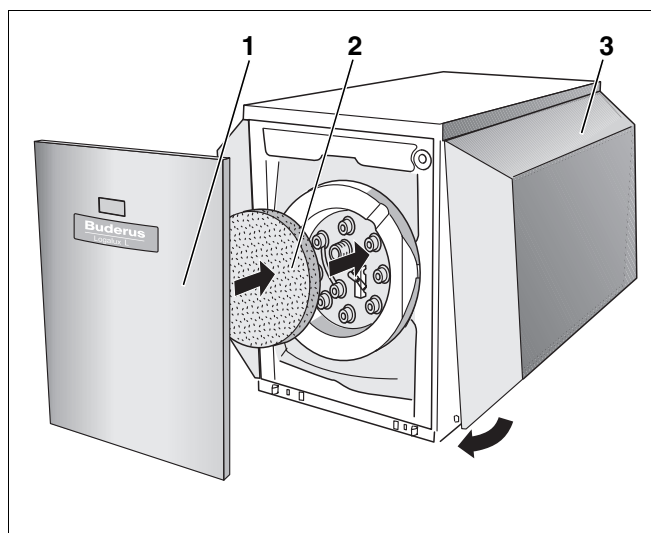

Fig. 14 Monter l'isolation thermique et la paroi avant
- Insérer l'isolation thermique (fig. 14, **pos. 2**) devant le couvercle de la trappe de visite.
- Accrocher le panneau avant (fig. 14, **pos. 1**) en haut et en bas jusqu'à ce qu'il s'enclenche dans le préparateur.